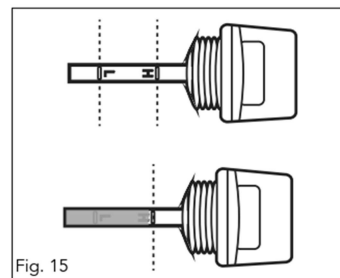

Fig. 15
3. Si le niveau d'huile est inférieur à l'extrémité de la jauge, remettez de l'huile (utilisez un entonnoir, n'inclinez pas le broyeur) jusqu'à ce qu'elle soit visible sur le repaire intermédiaire de la jauge (fig. 15).